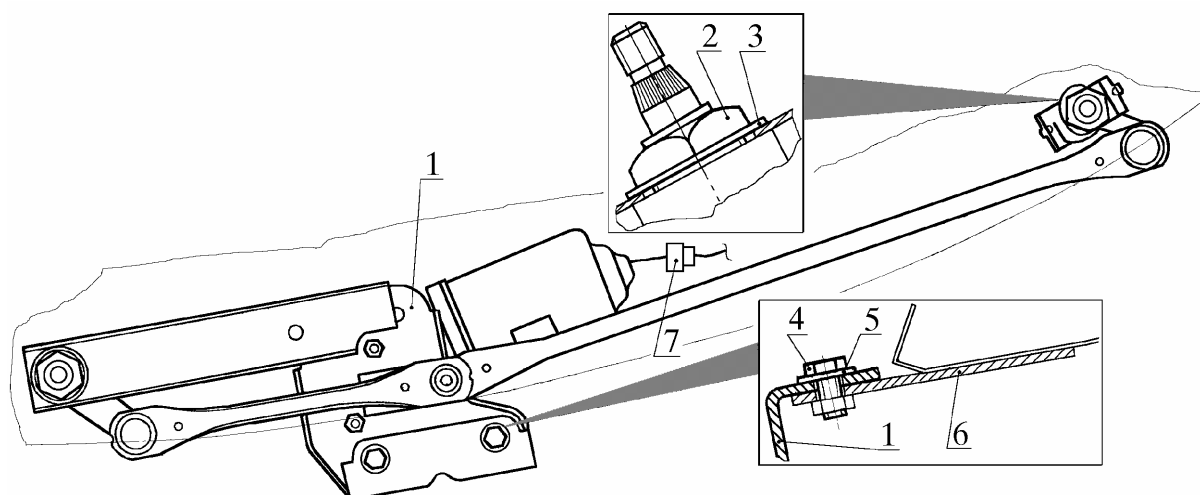

Рис. 13. Снятие стеклоочистителя:
9.5. Отсоединить колодку 7 (рис. 13) жгута проводов стеклоочистителя.